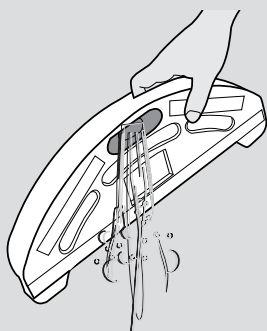

Fig. 16
4. Após esfregar, remover o depósito de água e a mopa. Abrir a tampa de borracha e despejar a água restante do depósito. [Fig. 16]